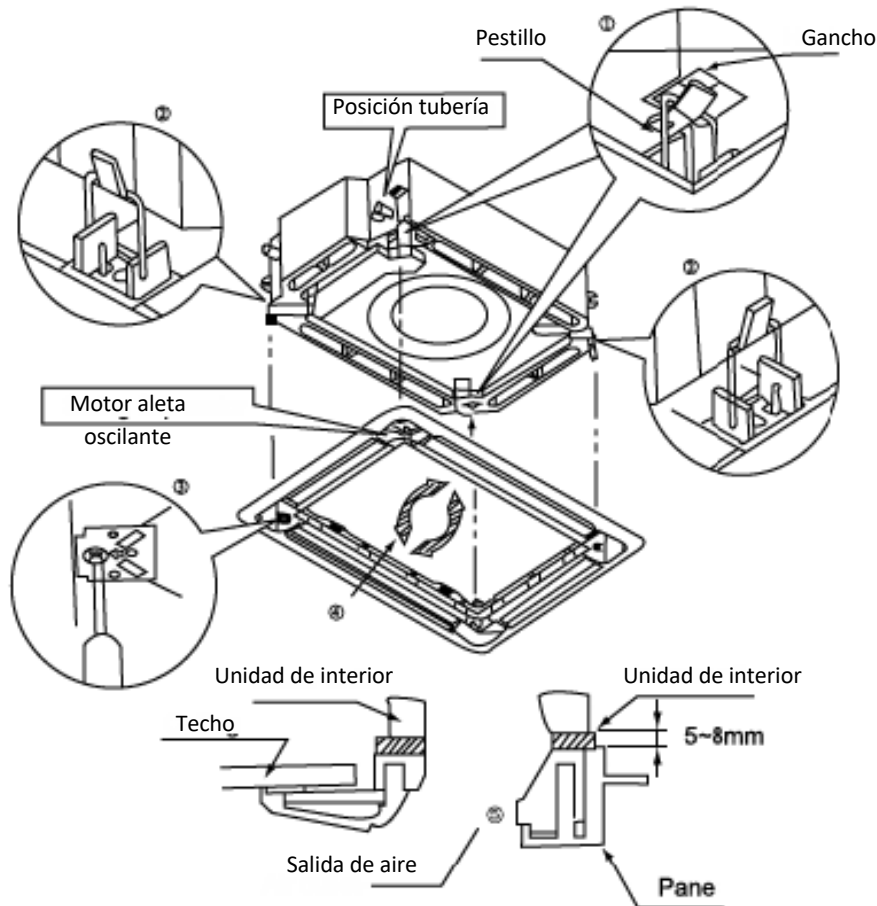

Fig. 35
- (1) Coloque el panel en la unidad y asegure los ganchos al lado y enfrente del motor de aleta oscilante.
- (2) Asegure los otros dos ganchos.
- (3) Apriete los cuatro tornillos hexagonales debajo de los pestillos aproximadamente 15 mm.
- (4) Ajuste el panel siguiendo la dirección indicada por la flecha como se muestra en la Fig.35.
- (5) Apriete los tornillos hasta que el grosor del material de sellado entre el panel y la unidad interior se reduzca a 5-8 mm